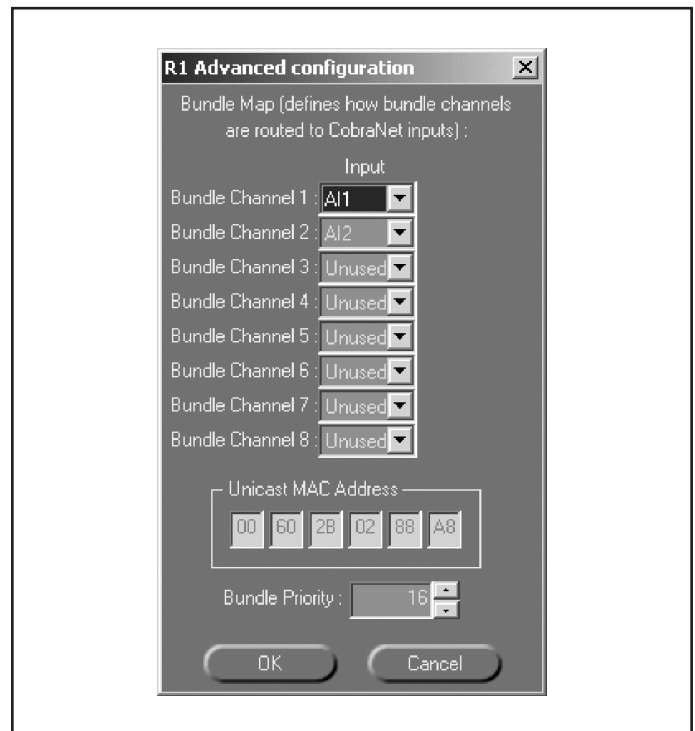

рисунок 13.11: Окно Rx Advanced Configuration
- 3 Дважды щелкните на первом пакетном канале (Ch 1) левой кнопкой мыши. CNConfig отображает окно Rx Advanced Configuration (см. рисунок 13.11). С помощью окна Rx Advanced Configuration, Вы можете изменять аудиовходы, которые соединены с пакетными каналами.